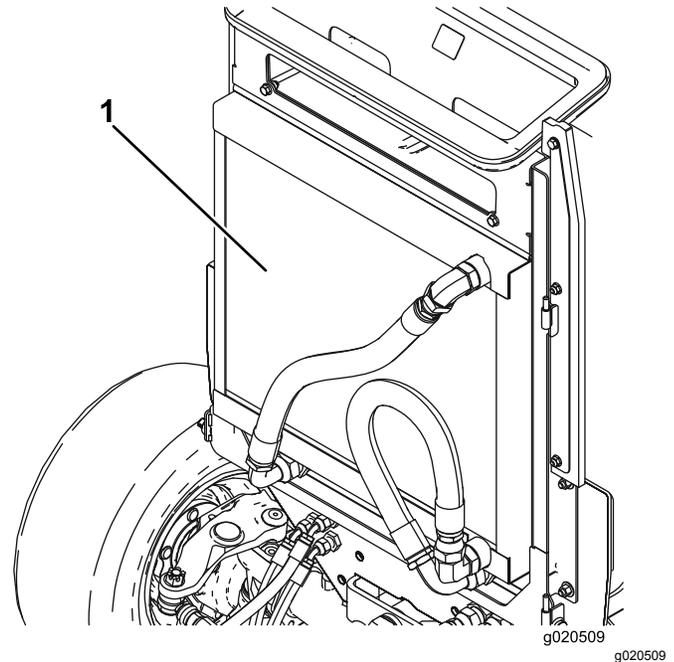

Figura 79
3. Pulite accuratamente entrambi i lati del radiatore dell'olio e del radiatore utilizzando aria compressa (Figura 79). Iniziate dal lato anteriore ed eliminate i detriti spingendoli verso la parte posteriore. Successivamente eseguite la pulizia